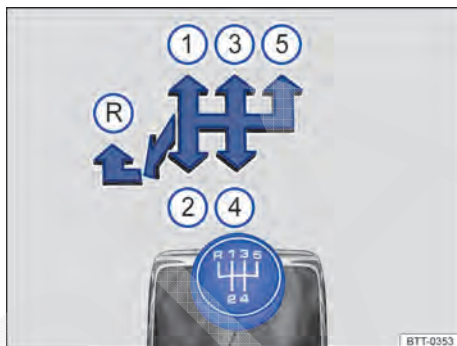
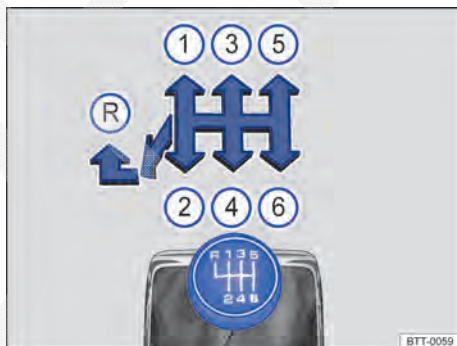

Fig. 96 Esquema de troca de marchas da transmissão manual de 5 marchas.
Fig. 97 Esquema de troca de marchas da transmissão manual de 6 marchas.
As posições de cada marcha estão representadas na alavanca de troca de marcha → Fig. 96 e → Fig. 97.
- Empurrar a alavanca de troca de marcha totalmente para a esquerda e depois para frente até a posição da marcha a ré → Fig. 96 e → Fig. 97 .